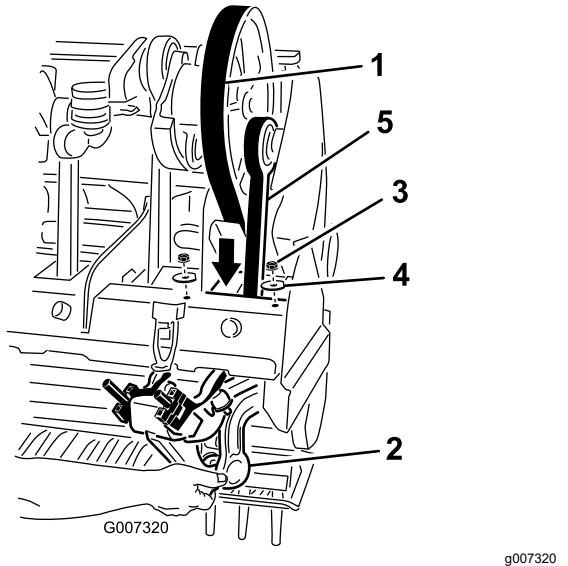

Figura 39
- Afloje y retire las 2 contratuerca y arandelas que fijan el amortiguador Rotalink del brazo de perforación N° 1 (Figura 39).
7. Pase la correa de transmisión hacia abajo por el bastidor del cabezal de perforación y alrededor del extremo inferior del brazo de perforación N° 1 (Figura 39).